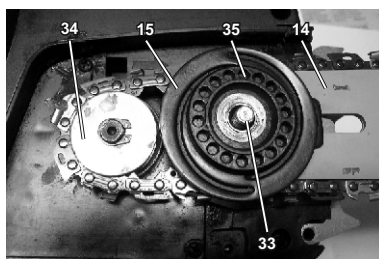
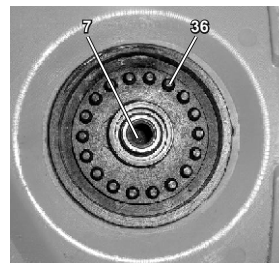

Рис. 16
Рис. 17
8. Наденьте цепь на шину так, чтобы направляющие звенья **E** (см. рис. 5) попали в торцевой паз шины и вошли в зацепление со звездочкой **23** шины (см. рис. 4). Накиньте цепь на ведущую звездочку **34** так, как показано на рис. 16. Если сделать это не удается, то сместите шину в нужную сторону, вращая натяжитель **15** рукой (см. рис. 16). Убедитесь, что ведущие звенья цепи **E** (см. рис. 5) вошли в зацепление с зубьями ведущей звездочки **34** (см. рис. 16).
9. Установите шину **14** с натяжителем **15** и цепью **16** (см. рис. 1), на шпильку и направляющую как показано на рис. 16, совместив отверстие натяжителя **33** с осью шпильки. При этом отверстия **35** натяжителя должны быть направлены вверх.
11. Совместите гайку **7** (см. рис. 17) с осью шпильки **25** (см. рис. 6), а выступы **36** (см. рис. 17) с отверстиями **35** натяжителя **15** (см. рис. 16). Затяните гайку **7**.